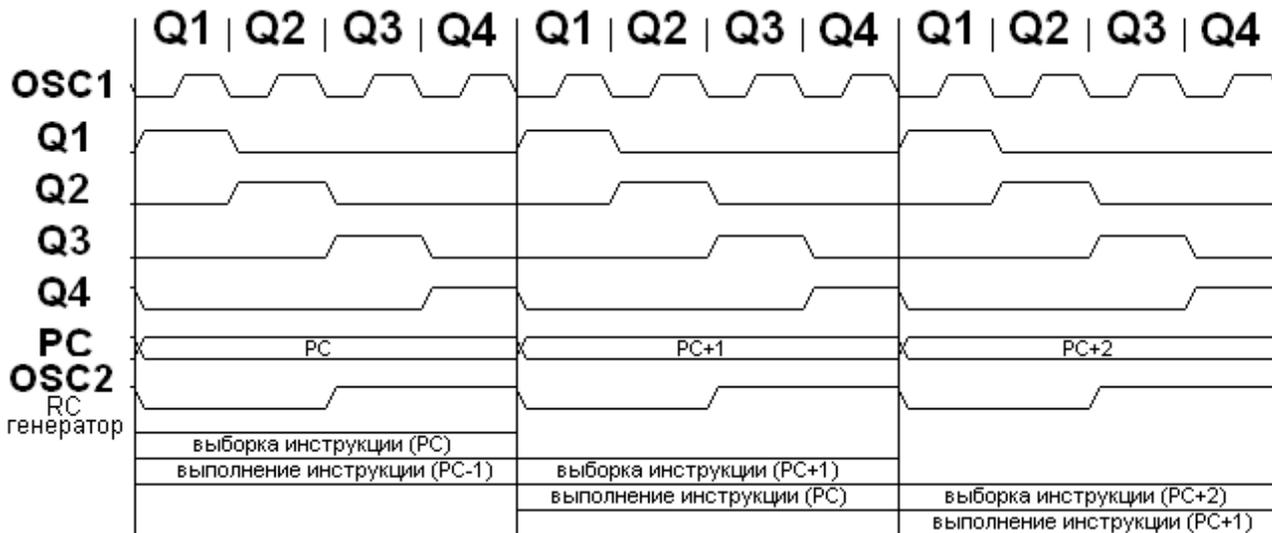

Рис. 5 Синхронизация выполнения команды
Выход тактового сигнала разделяется на 4 непересекающихся квадратурных тактовых сигнала, именуемых Q1, Q2, Q3, Q4. Программный счетчик (PC) увеличивается в такте Q1, а выборка команды из программной памяти и сохранение ее в регистре команд происходит по синхросигналу Q4. Команда декодируется и выполняется в течение циклов Q1-Q4. Тактовые сигналы и выполнение команд показано на Рис. 5.